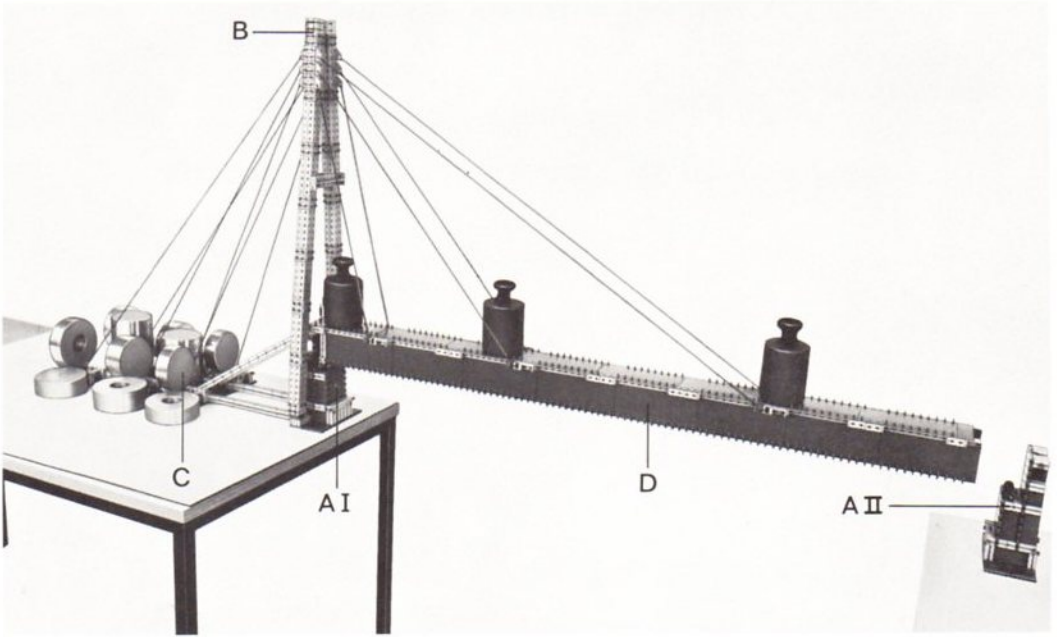

Abb. 2 Modell einer Schrägseilbrücke aus Bauteilen von 10 Lernbaukästen u-t 1 und Bauelementen von 8 Lernbaukästen u-t 5
1. Asymmetrische Schrägseilbrücke nach Abb. 2 mit einem Pylon (Stützweite ca. 1,40 m).
Sicher erkennt Ihr bei einem Vergleich der beiden Abbildungen 1 und 2, daß das Modell in Abb. 2 einfacher ist als die Mannheimer Strombrücke. Dennoch sind alle Funktionen einer Schrägseilbrücke vorhanden.